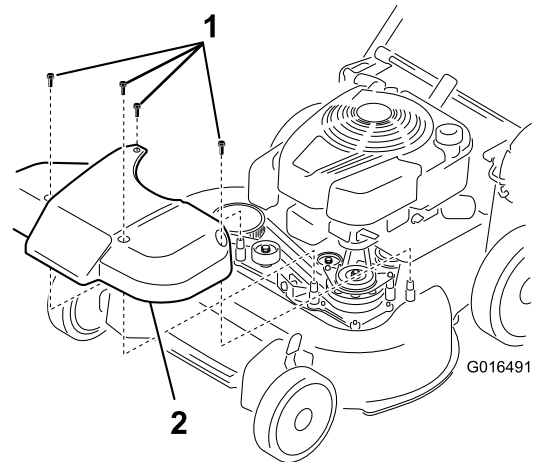

Bild 39
1. Nehmen Sie die Abdeckung des Messerantriebs ab (Bild 39).